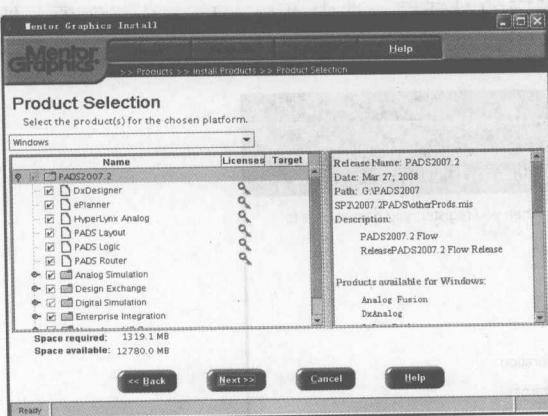

图 1-14 “Product Selection”对话框
(6) 单击“Yes”按钮, 弹出如图 1-14 所示的对话框, 选择要安装的软件。